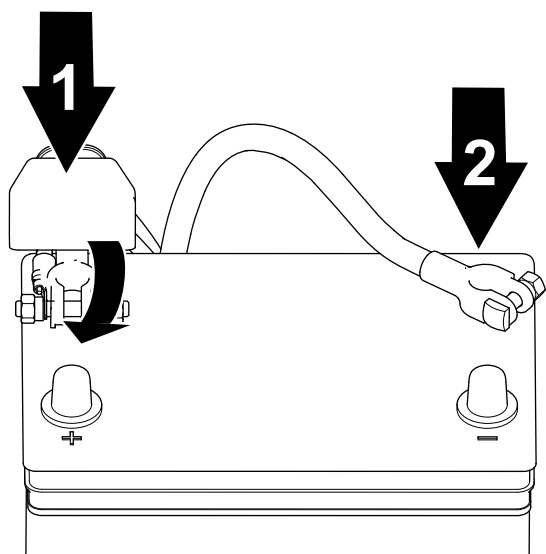

Figura 47
1. Conecte el cable positivo a la batería y apriete la tuerca de pinza de la batería (Figura 47).
2. Conecte el cable negativo a la batería y apriete la tuerca de pinza de la batería (Figura 47).